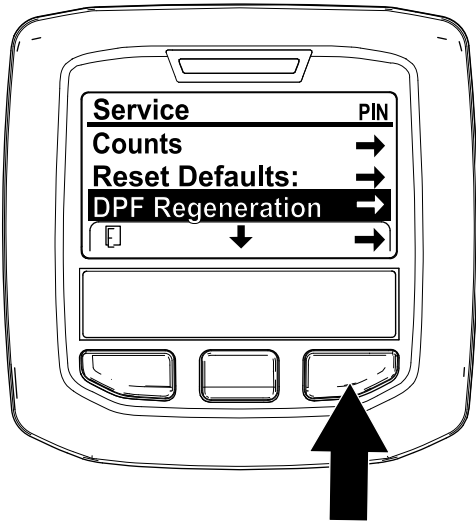

Figura 33
1. Vaya al menú Mantenimiento, y pulse el botón central para desplazarse hacia abajo a la opción REGENERACIÓN DEL DPF (Figura 33).
2. Pulse el botón derecho para seleccionar la opción Regeneración del DPF (Figura 33).